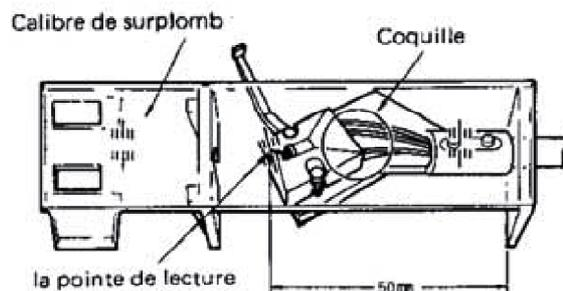

fig. 3
- (2) Lors de la mise en place de la cellule, serrer les vis de fixation de la cellule de façon à lui permettre de boucher légèrement. Ajuster ensuite le porte à faux de la cellule à l'aide de la jauge, en la déplaçant vers l'avant ou vers l'arrière de manière à ce que la pointe du stylus se trouve à 50 mm de l'arrière de la tête de la manière indiquée à la fig. 3. Après ceci, aligner la cellule horizontalement et verticalement avec la tête (fig. 5). Serrer ensuite les vis à fond pour bien fixer la cellule.